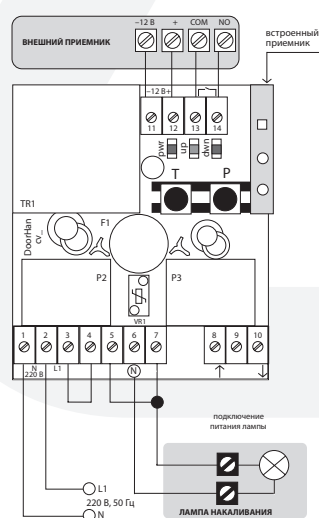

Рис. 1. Пример схемы подключения освещения и внешнего радиуправления к DoorHan CV01
3. Выполните электрическое подключение согласно схеме (рис. 1, 2).
Назначение контактов (рис. 1, 2):